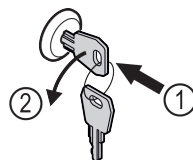

Fig. 179
- ▶ Trykk inn nøkkelen. Fig. 179 (1)
- ▶ Vri nøkkelen 90° mot klokka. Fig. 179 (2)